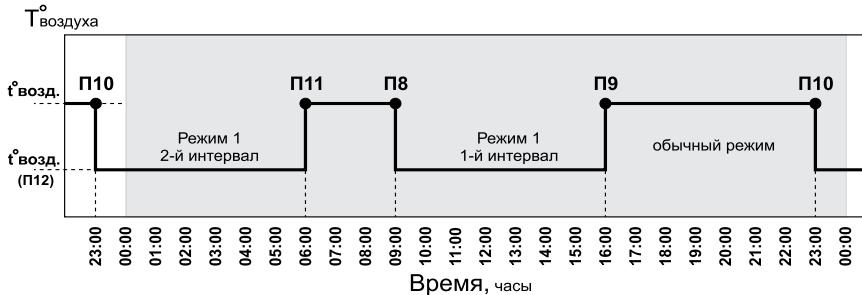

Рис.6 График температуры воздуха в помещении для Режима 1
**Режим 1 (рабочий день)** - режим состоит из двух запрограммированных интервалов, которые повторяются каждые сутки. В каждом интервале температура воздуха в помещении поддерживается на заданной величине. На заводе-изготовителе запрограммированы интервалы, которые показаны на графике температуры воздуха в помещении при работе термостата в Режиме 1 (см.Рис.6).